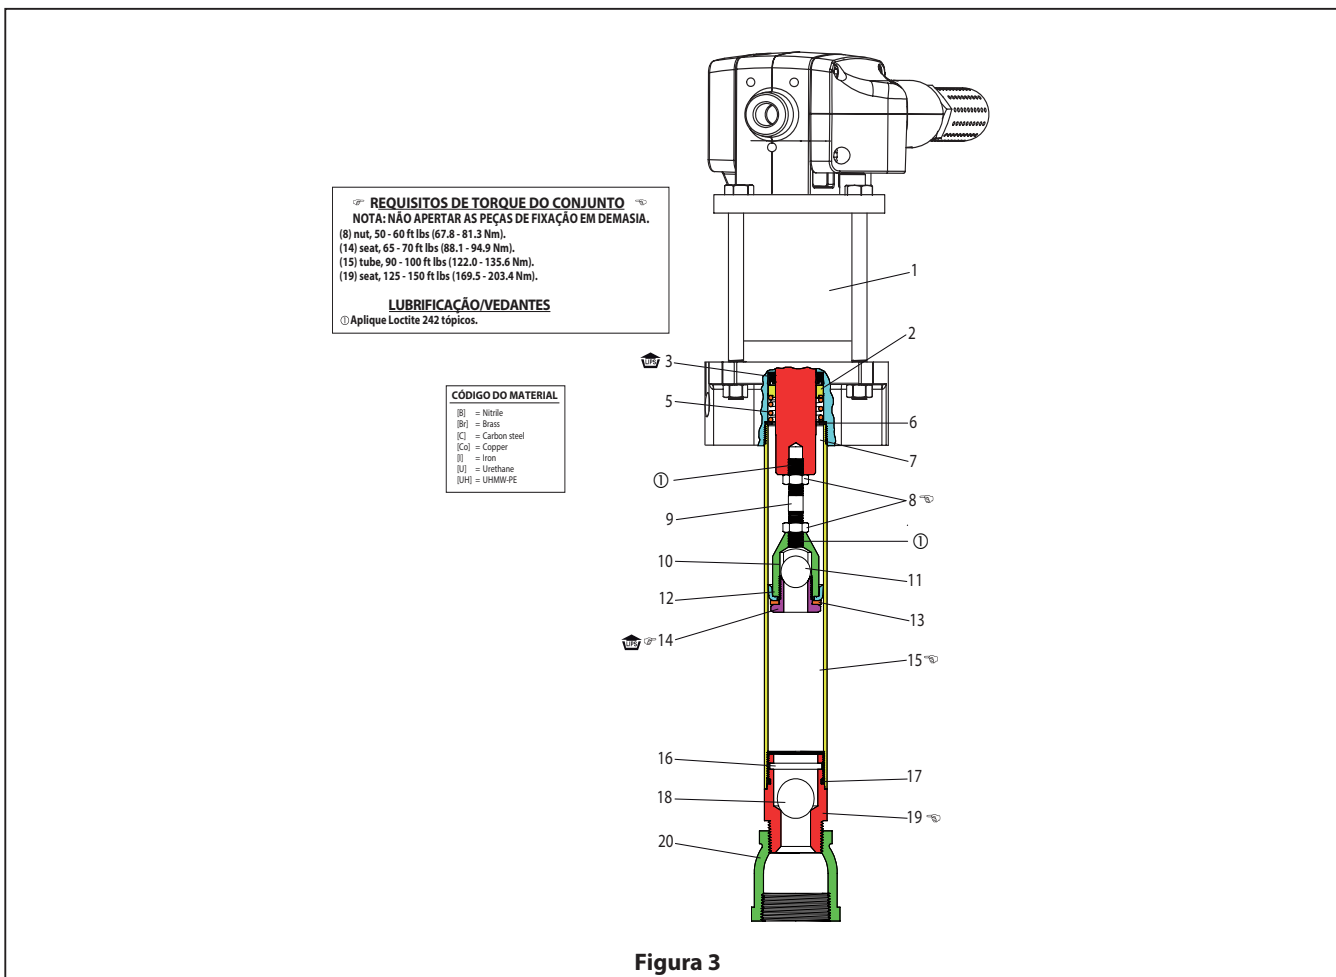

Figura 3
- Monte o vedante (3), o espaçador (2), a mola (5) e a anilha (6) na cavidade no fundo do motor. **NOTA:** Consulte a figura 3, página 4 para a direção do rebordo da embalagem.
- Para AF0409A13XXXX: Monte a porca, a haste do pistão e os componentes na haste do motor, apertando a porca contra a haste do motor. Aplique Loctite 242 nas roscas da haste do pistão antes da montagem. **NOTA:** Aperte a porca a 60-70 ft lbs (81,3 - 94,9 Nm) consulte a figura 3, página 4.